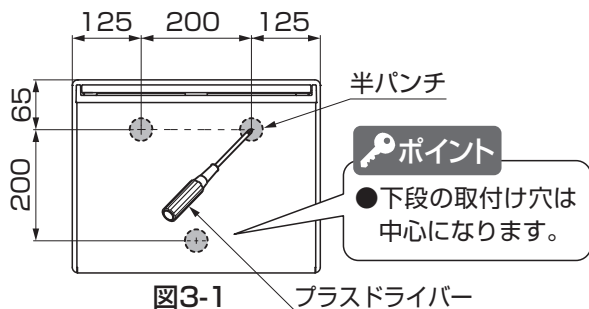
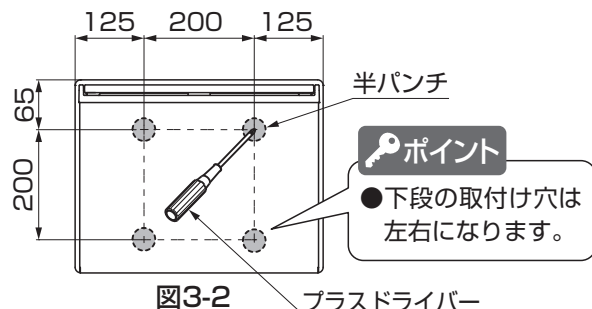

図3-1
図3-2
- ①ポスト本体背面5箇所半パンチのうち、壁に取付ける場合は3箇所、機能門柱・ポール・ウォールスクリーンに取付ける場合は4箇所、プラスドライバーを当て、ハンマーなどで叩いて穴をあけてください。固い場合はφ5.5の穴をドリルであけてください。(図3-1、図3-2 参照)